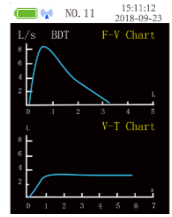

Figura 5 Gráfico de taxa-volume de caudal e Gráfico volume-tempo
c. "O Gráfico de taxa-volume de caudal" e "O Gráfico volume-tempo", mostrados como na Figura 5, aparecerão após premir a tecla PARA CIMA ou PARA BAIXO na Interface principal de parâmetros; a Figura 4 e a Figura 5 são a Interface principal.